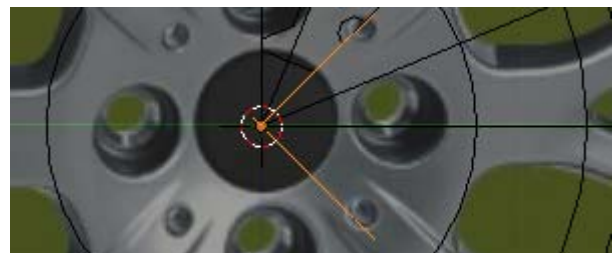

Figura 5.23
13. Coloque o cursor 3D na origem, **[Shift]+[S] > Cursor to Center**, insira um **Empty**, **[Shift]+[A] > Empty**, e rode-o -45° , **[R] > [X] > -45**, figura 5.23.